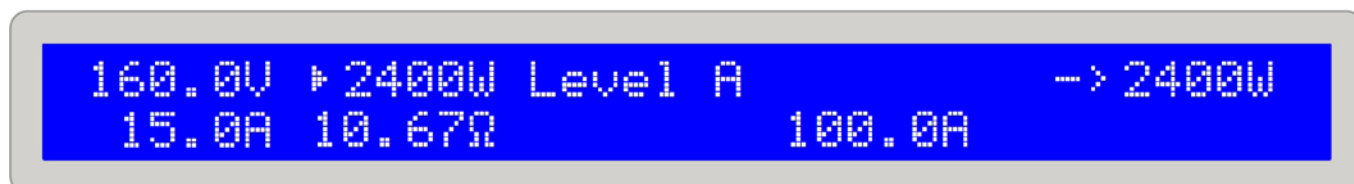

Рисунок 9. Нормальная работа нагрузки в режиме регулирования CV
При переключении на Level A селектором **Level control (3)**, уст. значения Level A становятся активными. Это возможно только, если статус не **Remote mode** или **External mode**. После переключения на режим **Level A**, дисплей отобразит **Level A**. Стрелка (->) разместится рядом с уст. значением, которое предназначено для текущего режима, чтобы его сразу настроить. Уст. значение может быть выбрано с **Selection (5)** и изменено с **Setting(6)**. Чьи уст. значения выбираются в зависимости от режима. В режиме постоянного тока, например, это ток и мощность, потому что уст. значение сопротивления доступно только в его режиме, и значение напряжения должно быть установлено в ноль, в режиме постоянного тока. Смотрите рисунок 9 на следующей странице.